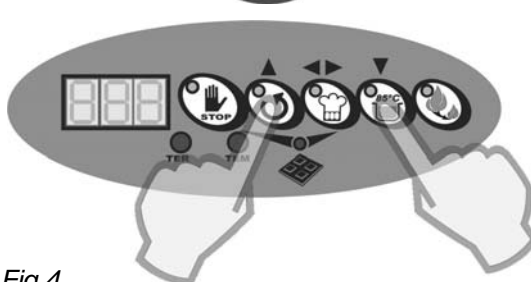

Fig.4
7. Si par contre, vous voulez modifier l'étape sélectionnée, appuyer sur la touche **SEMIAUTOMATIQUE / ◀▶** pour accéder aux paramètres relatifs à l'étape elle-même, puis appuyez sur la touche **AGITATION/▲** ou **AUTOMATIQUE 85° (▼)** pour augmenter ou diminuer sa valeur (fig.4). Ensuite, appuyez sur la touche **SEMI-AUTOMATIQUE/◀▶** pour confirmer les données.